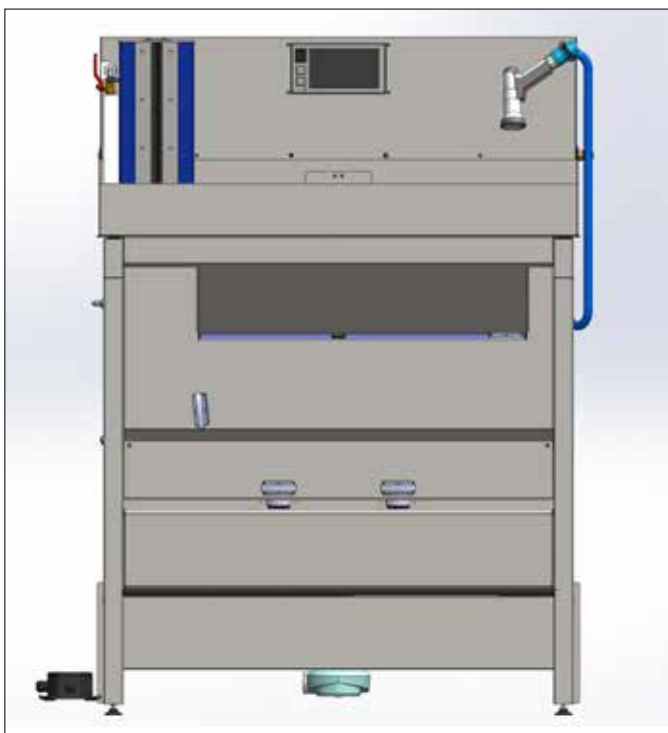

Abb. 1
Nach der Gerätepositionierung wird der mitgelieferte Abfluss (7) Abb. 1, 2 an die bauseitig vorhandene Abflussleitung angeschlossen. Höhe des bauseitigen Abflusses max. 100 mm.
- Reinigen der Werkzeuge / Gebinde mit der Handbrause (6) Abb. 1
- Reinigen der Walzen im TurboWash (5) Abb. 1, 2
- Schalten Sie die Anlage am Ein/Aus-Schalter der Steuerung ein (4) Abb. 1